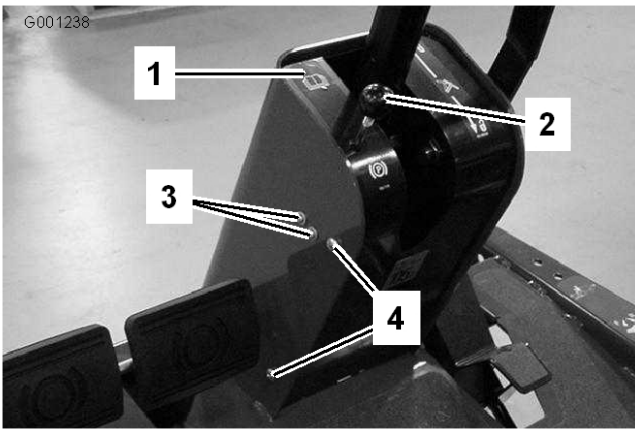

Figura 59
2. Retire el pomo de la varilla del freno de estacionamiento y retire los tornillos de la cubierta de la columna de dirección (Figura 59).
- Afloje los tornillos y las tuercas que sujetan el interruptor del freno de estacionamiento al lado izquierdo de la columna de dirección (Figura 59).